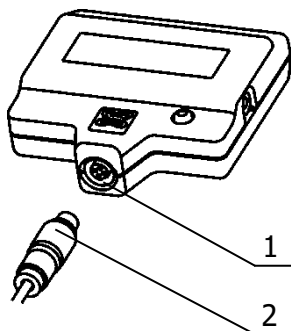

Рисунок 2 — Подключение датчика
2.2.2 При подключении датчика температуры с разъемным соединением к электронному блоку (рисунок 2) следует совместить ключи на разъеме датчика 2 и ответной части разъемного соединения 1.